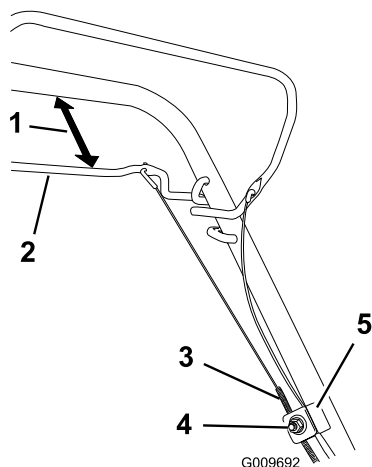

Figure 48
1. Desserrez l'écrou du support de guidage du câble (Figure 48).
- Maintenez la barre de commande d'autotraction à 25 à 38 mm du guidon (Figure 48).
- Tirez la gaine du câble vers le bas (vers la tondeuse) pour éliminer le mou du câble (Figure 48).